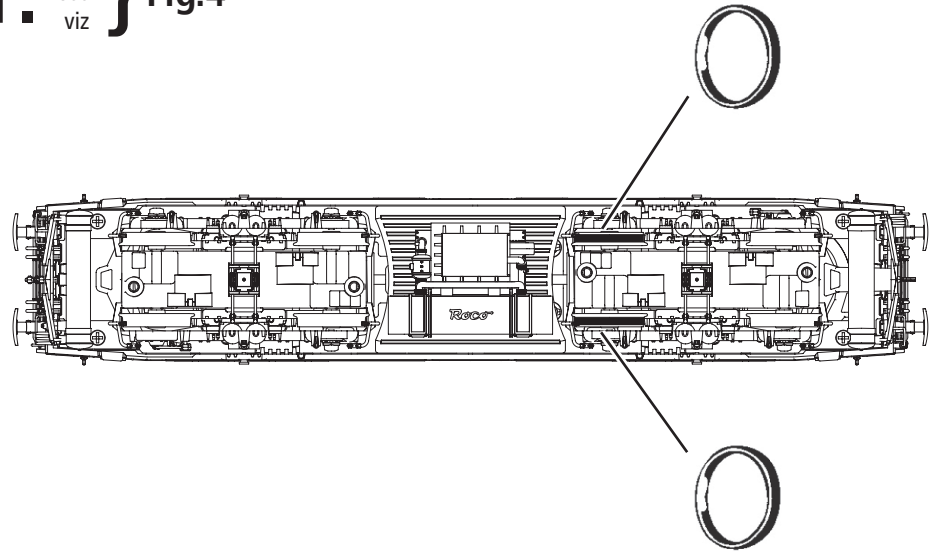

Fig. 10
siehe Fig. 10
A.C. operation: see fig. 10